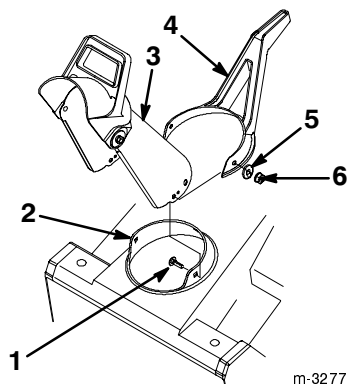

Figure 7
1. Placez la poignée de l'éjecteur sur la couronne de l'éjecteur (Fig. 7).
2. Insérez l'éjecteur entre la couronne et la poignée (Fig. 7).